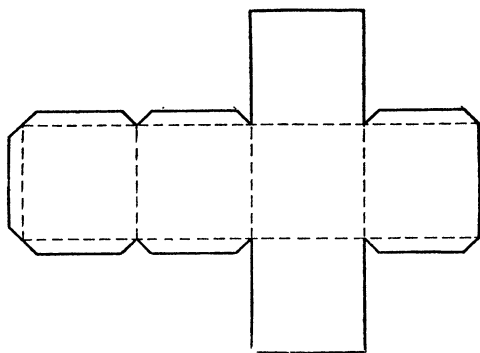

Рис. 38. Развёртка полной поверхности куба.
1. По прилагаемой выкройке вырезать и склеить из плотной бумаги (рис. 38) два кубика: один объёмом в 1 куб. дециметр, другой — в 1 куб. сантиметр. Запомнить, сколько кубических сантиметров составляет 1 куб. дециметр.